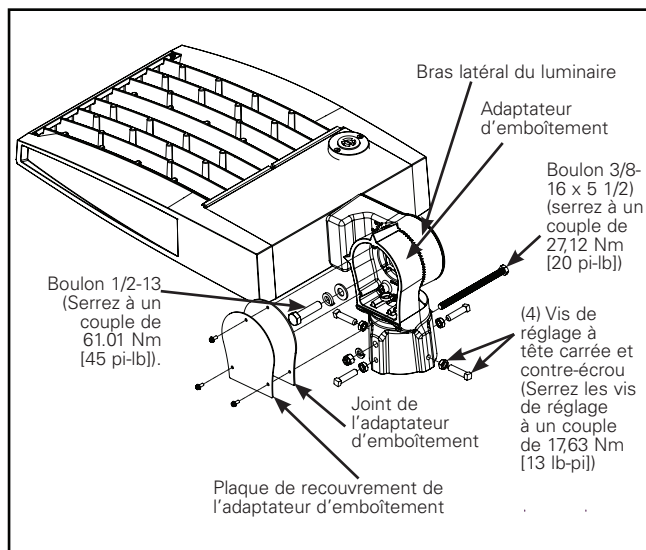

Figure 2b.
1. Dévissez les (3) vis à tête hexagonale situées sur le bras fixé à l'arrière du luminaire puis mettez soigneusement la plaque de recouvrement et les vis de côté.
4. Faites glisser la rondelle de blocage et la rondelle plate sur le boulon 1/2-13 de grade 8 (1).
6. Pour un montage sur tenon horizontal, un boulon traversant de 9,5 mm (3/8 po) de diamètre doit être installé dans le trou de 10,16 mm (0,400 po) fourni sur l'adaptateur d'emboîtement. Le trou de 10,16 mm (0,400 po) est situé à 5,08 cm (2 po) du bas de l'adaptateur d'emboîtement au centre du trou (Figure 2b.)
11. Installez soigneusement le slipfitter sur le tenon puis serrez temporairement les (4) vis d'ajustement à tête carrée.
13. Fixer le couvercle sur le slipfitter à l'aide des (3) vis à tête hexagonale.